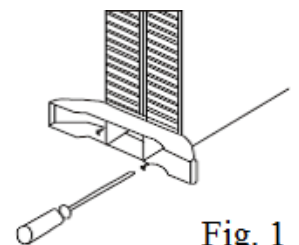

Fig. 1
13. Pour le montage des pieds, suivez les instructions de la fig. 1.
Avant d'utiliser l'appareil, y fixer les pieds (emballés séparément dans la boîte). Les pieds doivent être fixés à la base de l'appareil en utilisant les 4 vis autotaraudeuses fournies, en vérifiant qu'elles soient bien placées dans les logements situés sur le fond de l'appareil. (fig. 1)